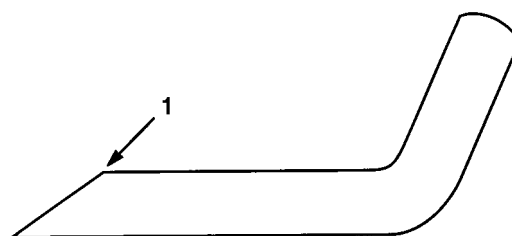

Fig. 18
3. Undersøg alle knivenes skær. Hvis skærene er sløve eller har hak, skal de slibes. Kun den øverste del af skæret skal slibes og den oprindelige vinkel skal opretholdes for at sikre, at kniven bliver skarp (fig. 18). Kniven vil blive ved med at blive afbalanceret, hvis der fjernes lige meget metal fra begge skær.